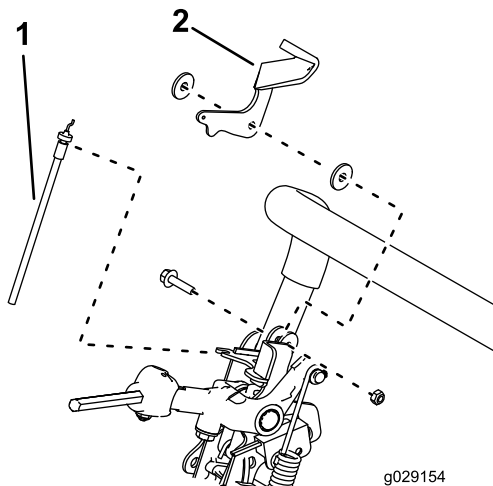

図 4
8. スロットルコントロールケーブルを外して廃棄する 図 4。
9. スロットルレバーを外し、取り付け用の金具以外は廃棄する 図 4。